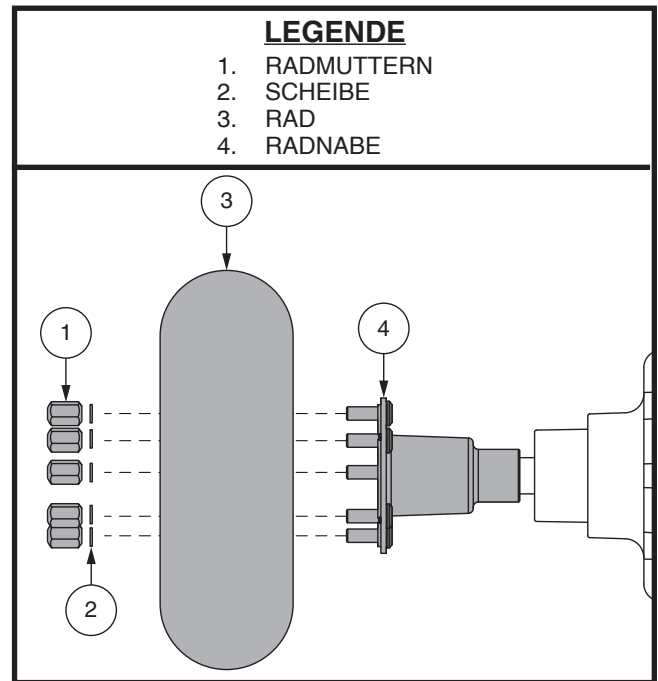

Abb. 26. Reifenradenthebung
3. Entfernen Sie die Radmutter und die Scheibe von der Radnabe. **Siehe Abb. 26.**